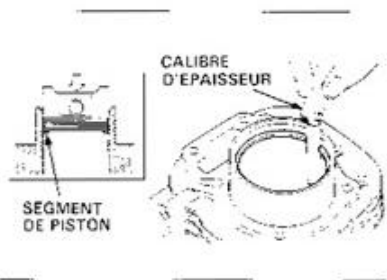

FIG. 40
- Jeu à la coupe : le segment étant déposé, l'introduire à 1 à 2 cm du bas du cylindre et le pousser avec le piston afin qu'il soit parfaitement positionné. Avec des cales d'épaisseur, mesurer le jeu entre les bords (fig. 40.)